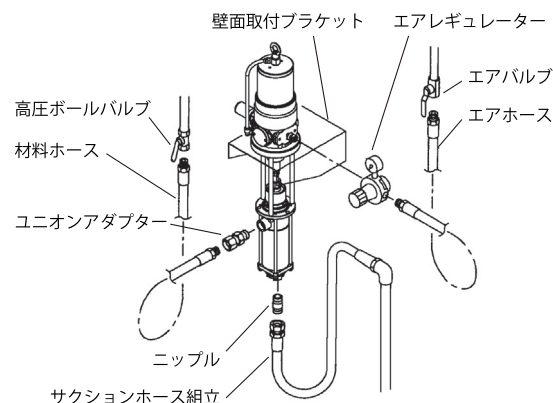

Fig.6
- 2) ポンプとサクシジョンホース組立 (別売) を接続してください。(Fig.6)